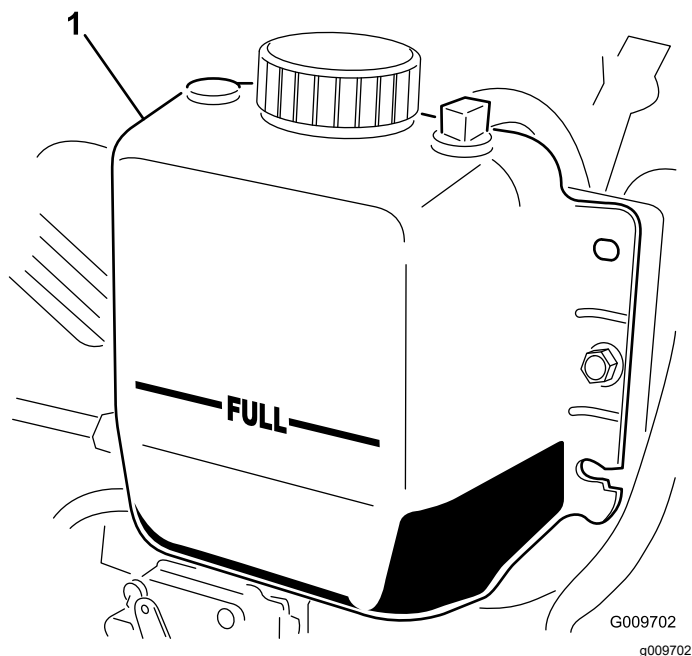

図 111
3. ラジエーター内部の液量を点検する。ラジエーターは補給口の首の部分まで、補助タンクはFULLマークまであれば適正です 図 111。